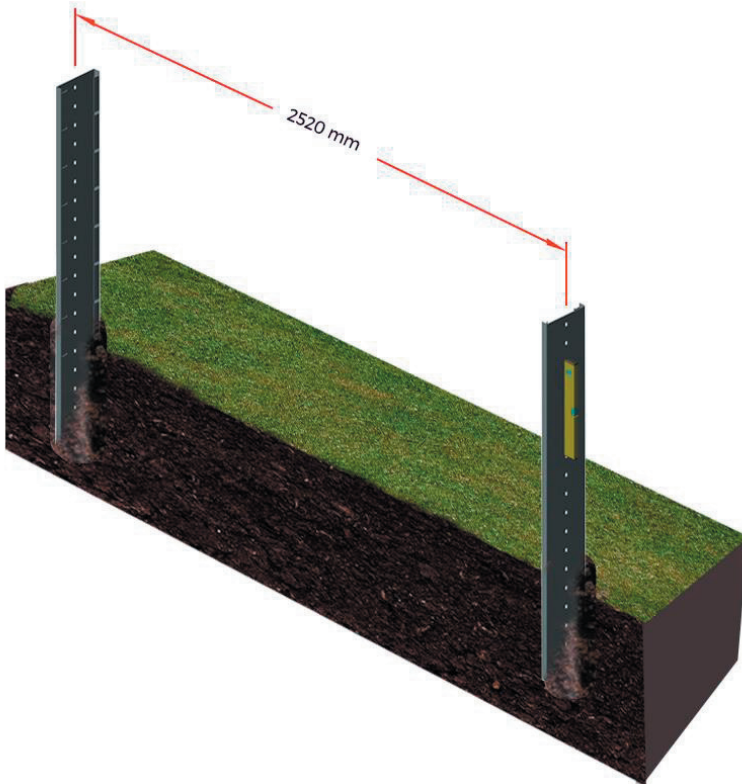

Abbildung 5: Pfosten einsetzen und ausrichten
2. Pfosten im Abstand von 2520 mm einsetzen und mit der Wasserwaage ausrichten. Siehe *Abbildung 5*.